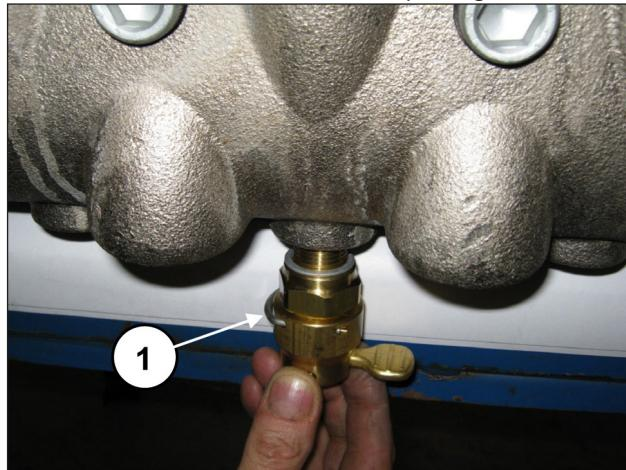
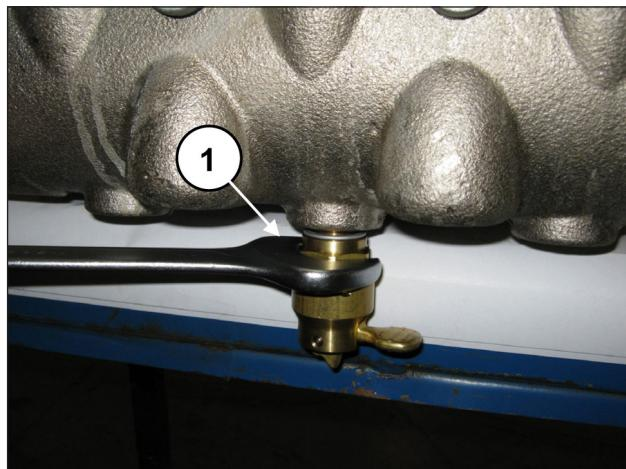

Fig. 133
Fig. 134
Monter les dispositifs d'ouverture des soupapes (rep. ①, Fig. 133) et les visser à l'aide d'une clé de 30 mm (rep. ①, Fig. 134).